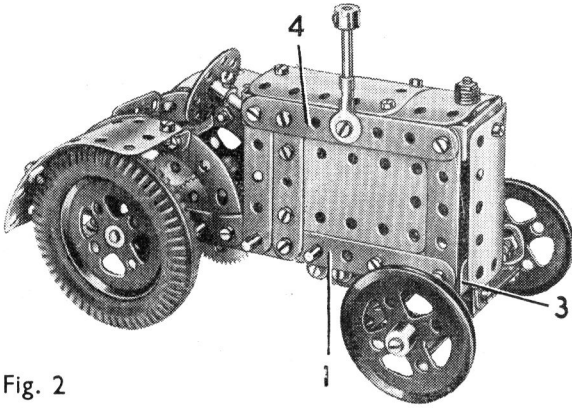

Fig. 2
Le châssis du tracteur, qui est représenté sur les figures 2 et 3, est constitué par deux bandes (1) constituées chacune par deux bandes de 22 trous qui se recouvrent sur 9 trous. Ces bandes sont réunies à l'arrière par une bande coudée de 38×12 (2) et, à l'avant, elles sont réunies par des équerres à une embase triangulée coudée (3).